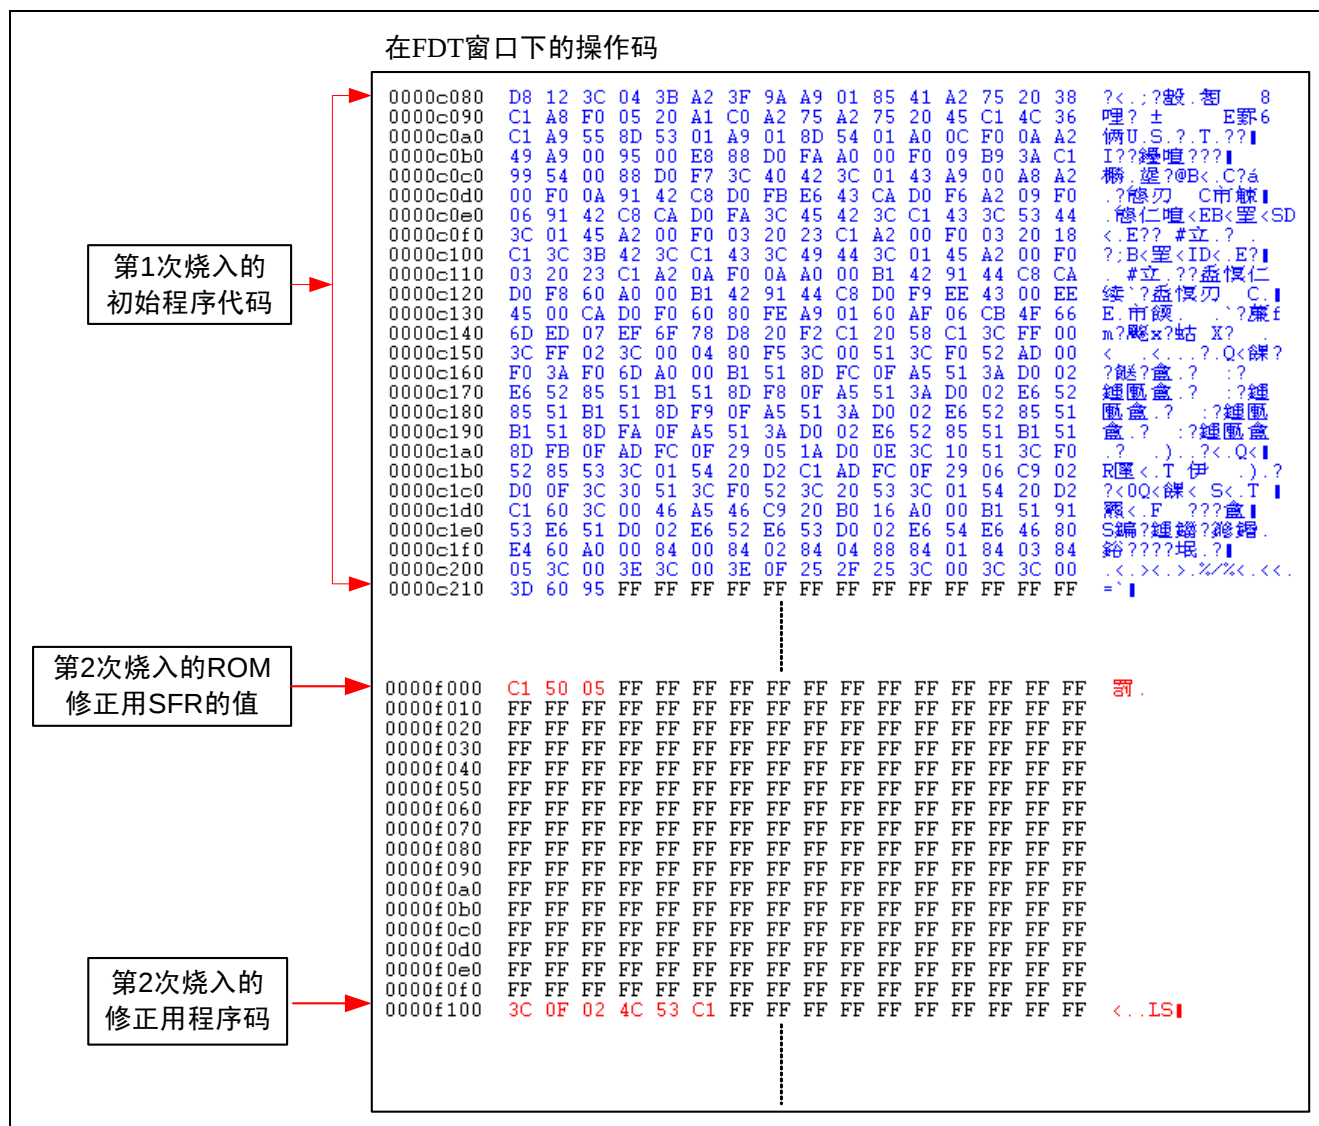

图 5. 程序码的烧入操作
- 在此实例中，当 PC（程序计数器）的值为 C150H 时，程序将自动跳转到 ROM 修正用向量 1（首地址为 F100H 的区域）去修正端口 1 的输出值。当执行到 JMP 指令时，程序将返回到初始程序的 C153H 地址处继续执行主程序。程序码的烧入操作如图 5 所示。实现 ROM 修正功能的原理如图 6 所示。